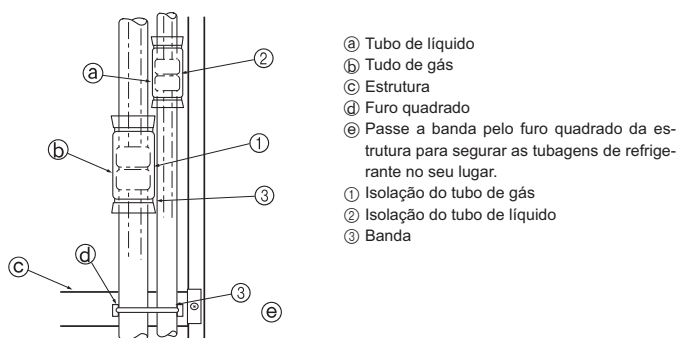

Fig. 4-5
Isole completamente as juntas de alargamento ① e ② dos tubos de gás e de refrigerante. Se uma parte das juntas ficar visível, pode formar-se condensação e gotejamento. (Fig. 4-5)
- Aperte a isolamento do tubo de gás ① e a isolamento do tubo de líquido ② nas duas pontas de maneira que não deslizem e se alinhem uma pela outra.
- Terminada a isolamento, utilize uma banda ③ para apertar a tubagem de refrigerante à estrutura (por baixo da secção da junta do tubo). Isto evitará que o tubo refrigerante salte da estrutura. (Se a tubagem de refrigerante saltar da estrutura, não se pode instalar a grelha.)